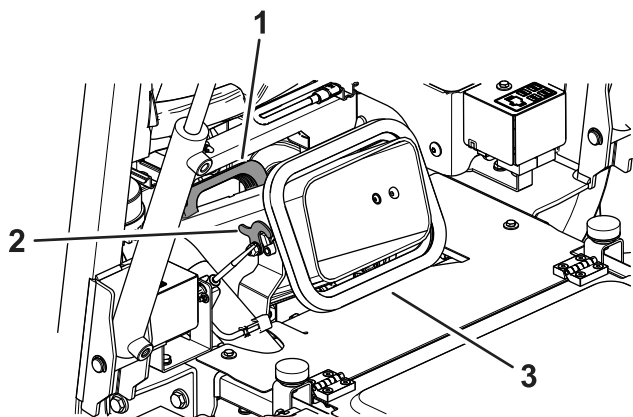

Figure 27
6. Déverrouillage de la goulotte (Figure 27).
7. Déposez la goulotte en la saisissant par la poignée et nettoyez-la ainsi que l'ouverture de l'unité de coupe (Figure 27).
8. Reposez la goulotte et fixez-la avec les verrous (Figure 27).